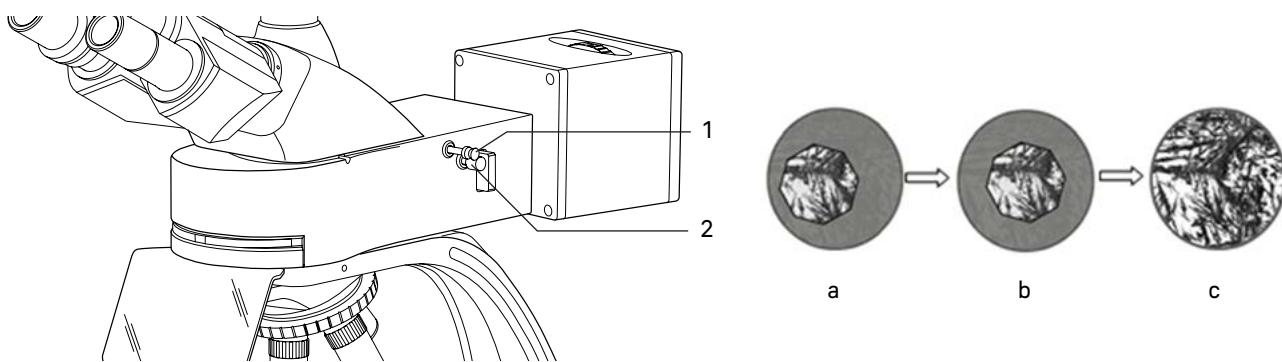

Рис. 13. Центрировка полевой диафрагмы осветителя отраженного света
- Закройте полевую диафрагму – рукоятку 2 введите до упора. В центре поля зрения должно быть видно светлое пятно, как показано на рис. 13б.
- Если светлое пятно не в центре поля зрения, как показано на рис. 13а, необходимо отцентрировать диафрагму. При помощи двух центрировочных винтов 1, расположенных по обеим сторонам насадки, центр диафрагмы совмещается с центром поля зрения, как показано на рис. 13б.
- Раскройте полевую диафрагму до размера поля зрения, как показано на рис. 13с.